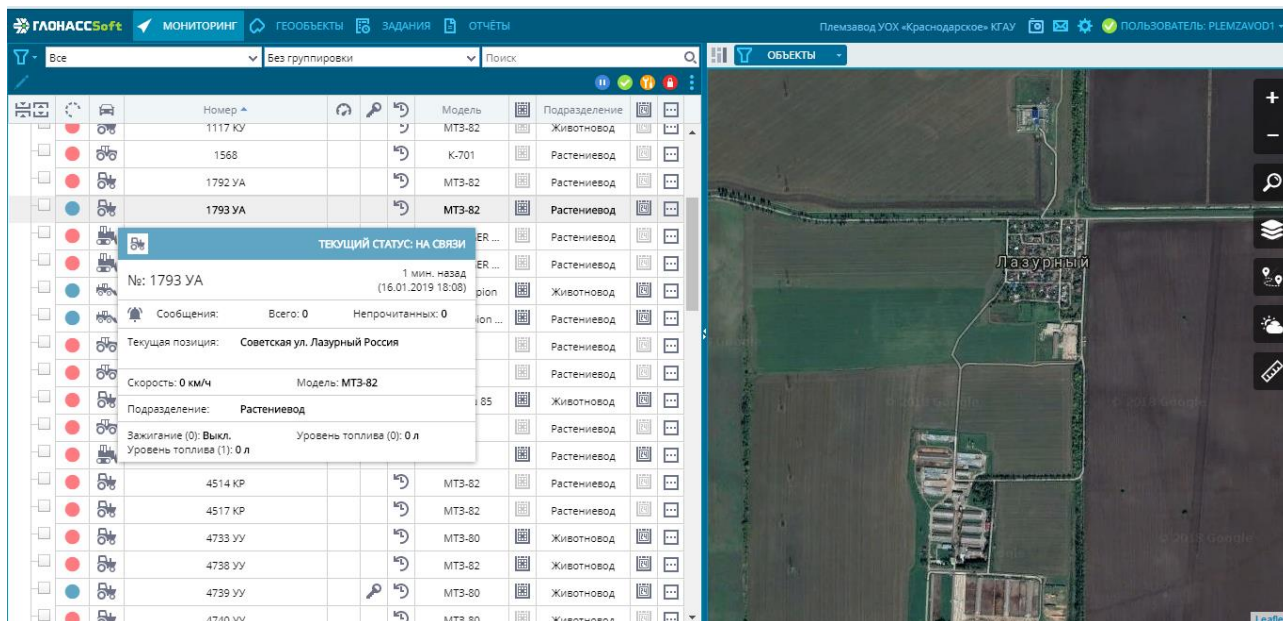

Рисунок 2.22 – Информация об объекте
6. Наведите курсор на символ обозначения техники 🚜, ее номер или модель появляется всплывающая подсказка с информацией о данном объекте (рисунок 2.22).